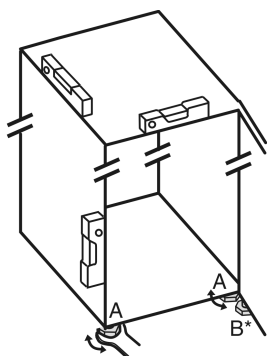

Fig. 45
- ▶ Odvrnite podesive nožice Fig. 45 (A) priloženim viličastim ključem i libelom prema van dok uređaj ne stoji čvrsto i ravno.
- ▶ Odvijte podesivu nožicu Fig. 45 (B) na podlošku ležaja priloženim viličastim ključem dok se ne podupre o pod.
- ▶ Okrenite podesivu nožicu Fig. 45 (B) dalje za najviše 90° kako biste izbjegli oštećenje vrata.